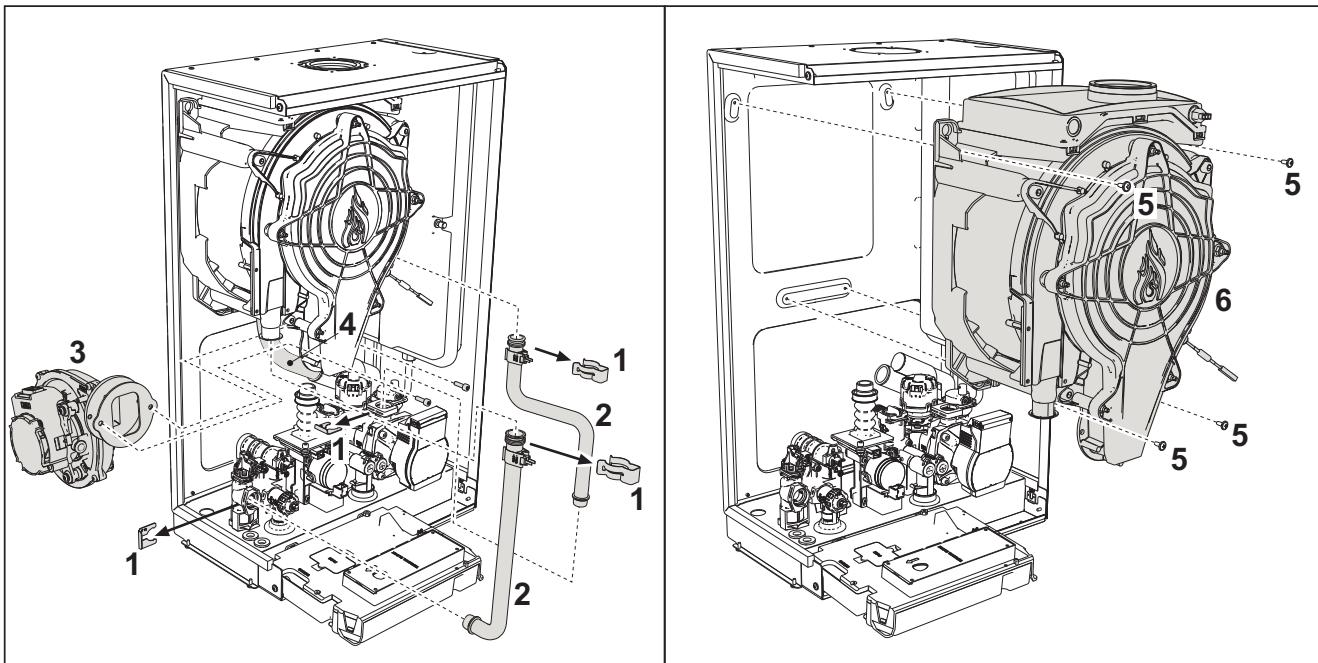

рис. 41- Основной теплообменник
- Снимите 2 **верхних** винта “5” крепления теплообменника к раме (рис. 41).
- Снимите 2 **нижних** винта “5” крепления теплообменника к раме (рис. 41).